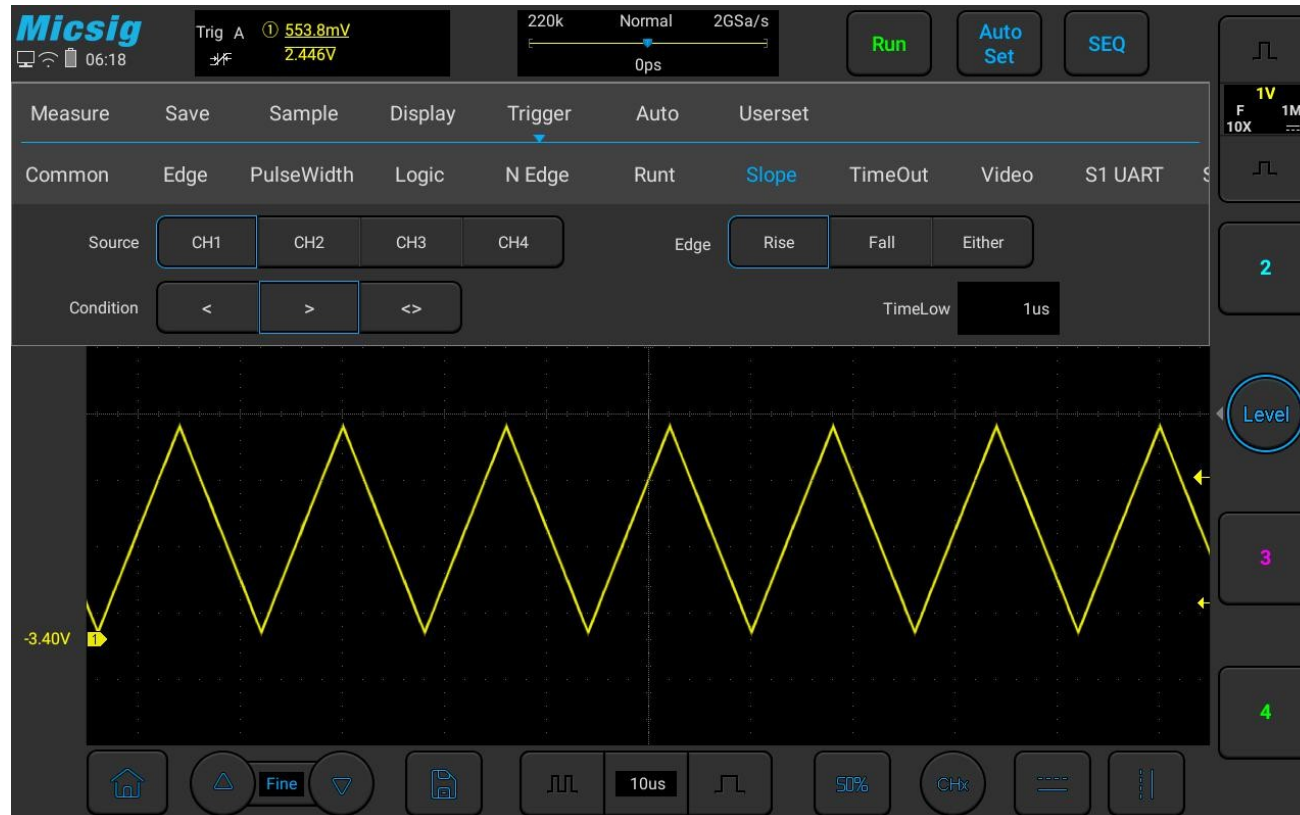

Abbildung 5-27 Einstellungs Menü für den
- 1) Tippen Sie im Hauptmenü auf „Trigger“, um das Trigger-Menü zu öffnen, wählen Sie unter „Trigger-Typ“ den Flankentrigger aus und stellen Sie den Flankentrigger wie in Abbildung 5-27 gezeigt wie folgt ein: